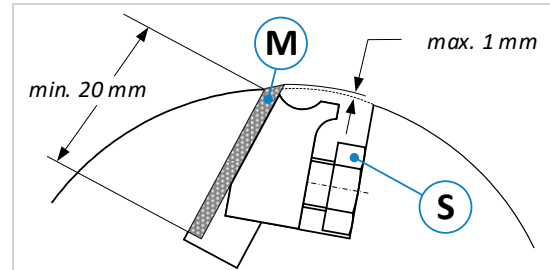

Abbildung 68: Keilleistenmesserwelle
- Die Hobelmesser (**M**) dürfen nur so weit nachgeschliffen werden, dass bei einem Messerüberstand von max. 1 mm eine Mindesteinspannlänge von 20 mm eingehalten werden kann (siehe ⇒ Abbildung 68).
- Mit einem Schmalschlitz-Gabelschlüssel SW17 alle Schrauben (**S**) der Reihe nach lösen und stumpfe Messer (**M**) herausnehmen (siehe Abbildung 68).